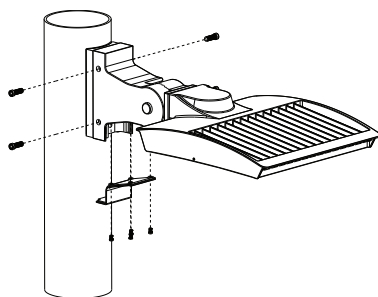

FIG. 5
4. Vérifiez l'installation pour confirmer si le luminaire est bien fixé (voir la FIG. 5).
3. Serrez les quatre (4) boulons M8 sur le bras fixe et attachez-le à l'adaptateur. Connectez les fils d'alimentation correctement, en conformité avec les schémas de câblage ci-dessus. Réalisez les connexions de câblage à l'intérieur du bras et serrez le couvercle inférieur avec les quatre (4) vis M4 (voir la FIG. 5). Les connexions de câblage peuvent aussi être réalisées à l'intérieur du poteau.